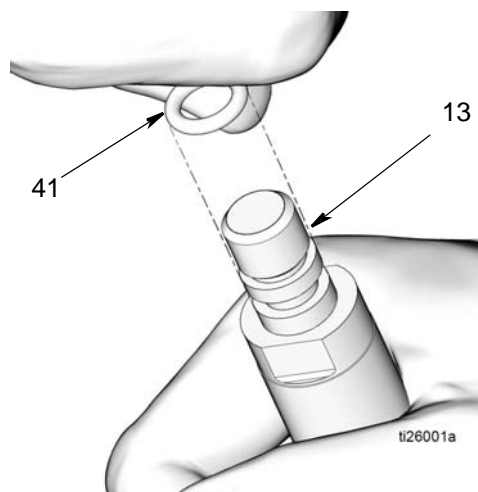

Рис. 21
- с. Извлеките уплотнительное кольцо круглого сечения (41) из штока поршня (13) (Рис. 21).